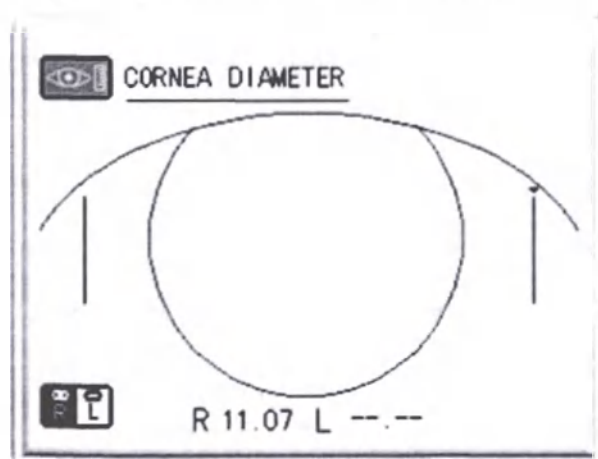

Рисунок 21 – Экран измерения диаметра роговицы
7) Нажмите кнопку измерения на ручке управления, чтобы завершить измерение. Диаметр роговицы отображается в нижней части экрана, как показано на рисунке (рисунок 21). Если вы хотите изменить